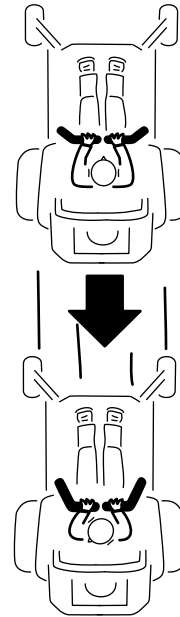

Figura 27
2. Per fare retromarcia tirate lentamente verso dietro le leve di controllo del movimento (Figura 27).